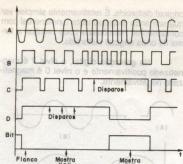

FIGURA 5
A FIGURA 5 ilustra as várias transformações do sinal lido pela cabeça reprodutora, pelo método de "saturação positiva (1) e saturação negativa (0)".